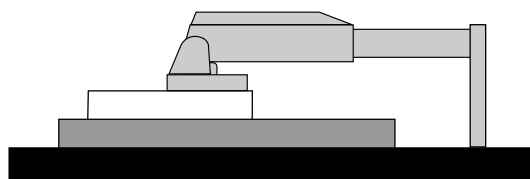

Рисунок S.1
3. Положите монитор экраном вниз на неабразивную поверхность (Рисунок S.1).